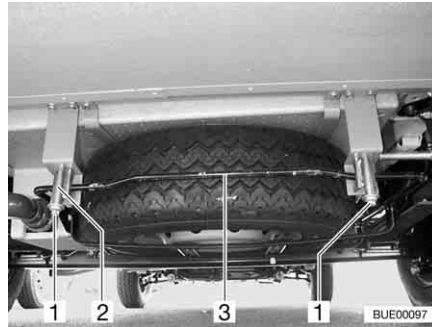

Bild 256 Reservhjulshållare
- Lossa muttrarna (Bild 256,1) lite på vänster och höger krok (Bild 256,2) på reservhjulshållaren.
- Tryck bygel (Bild 256,3) lite uppåt. Dra samtidigt kroken nedåt och lossa bygel.